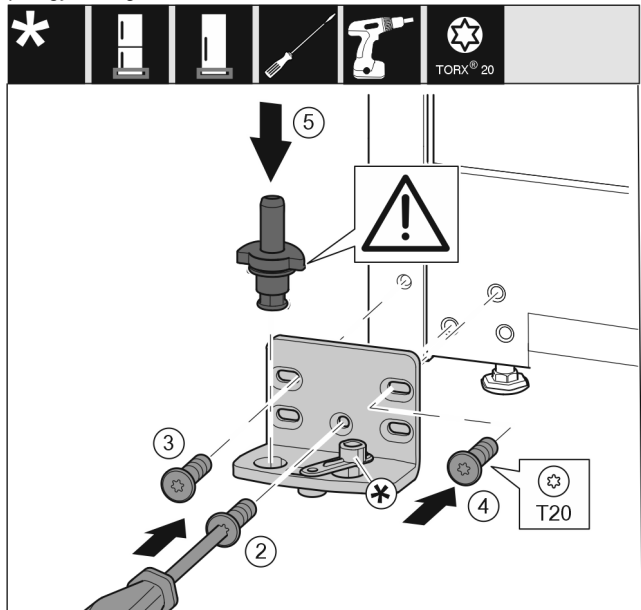

Fig. 13
- ▶ Monter lagerbukken på den andre siden, og skru den på med en skrutrekker T20. Begynn med skru 2 nederst i midten. Fig. 13 (2)
- ▶ Skru fast skru 3 og 4. Fig. 13 (3,4)
- ▶ Sett lagerbolten fullstendig på. Pass samtidig på at låsebolten peker bakover. Fig. 13 (5)